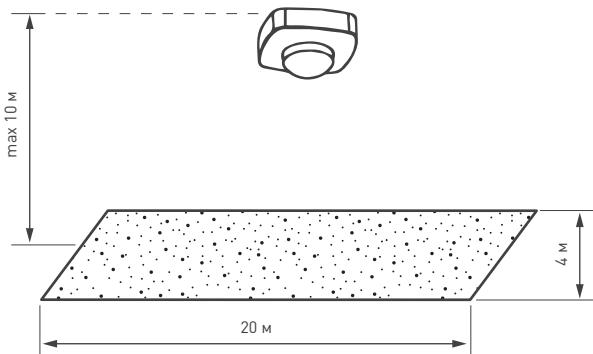
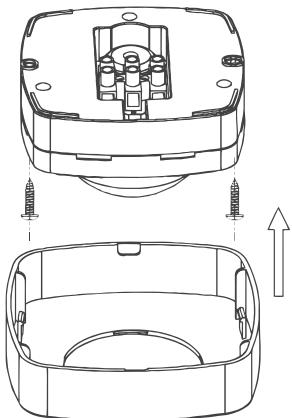
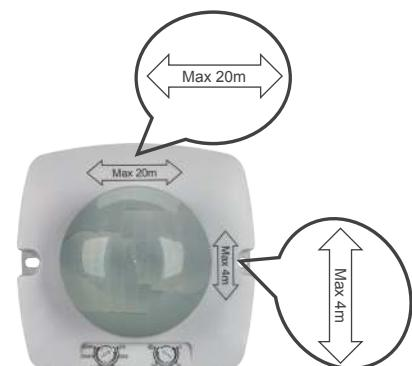

Рис. 3. Высота установки и площадь детекции
Рис. 1. Монтаж устройства
Рис. 4. Направление расстояний зон детекции по двум осям
- 3.2. Снимите лицевую панель датчика движения, аккуратно поддев ее плоской отверткой [см. Рис. 1].
- 3.4. Осуществите крепление датчика к поверхности шурупами [см. Рис. 1], соблюдая направления на обратной стороне датчика [см. Рис. 4] для получения желаемой зоны детекции [см. Рис. 3].